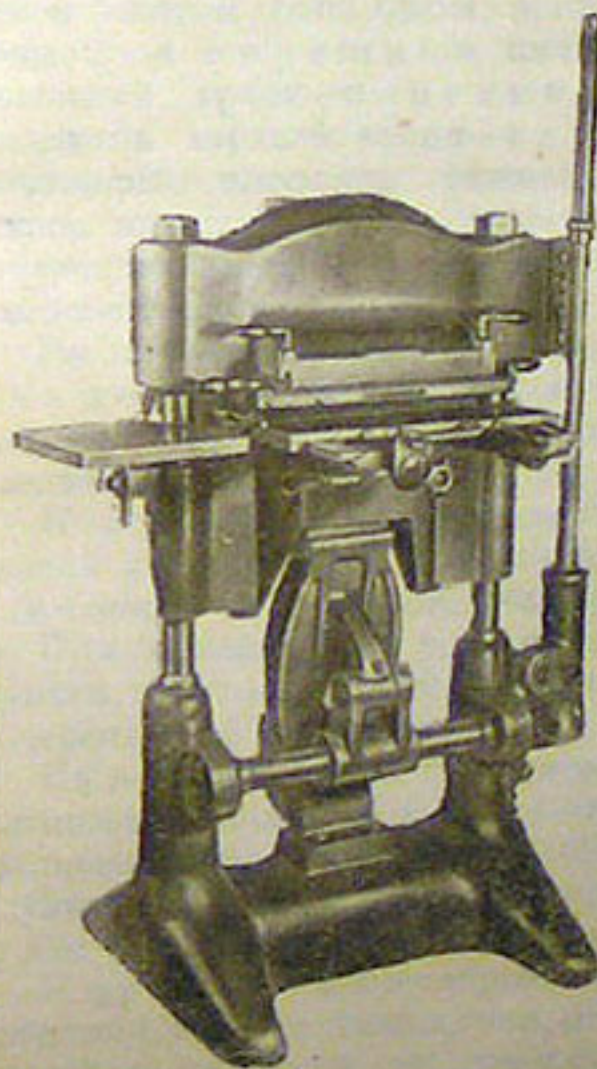

Рис. 4. Позолотный пресс
- 4) тиснение на переплетных крышках (позолотный пресс, рис. 4);